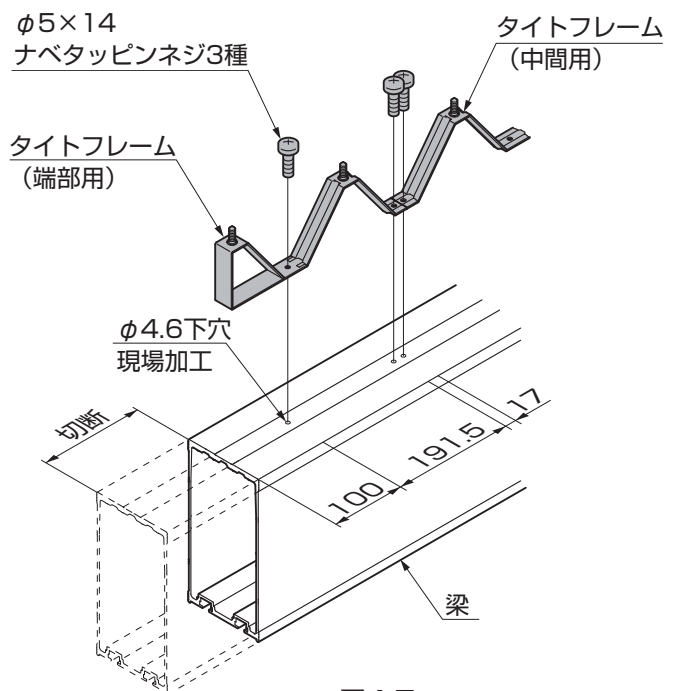

図4-7
- ③梁に下穴をあけ直し、タイツフレームを「φ5×14 ナベタッピンネジ3種」で取付けてください。(図 4-7 参照)